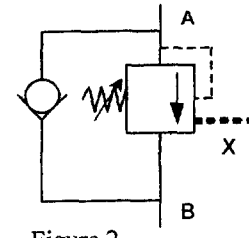

Figure 2
- Le circuit de commande externe est surligné sur la figure 2